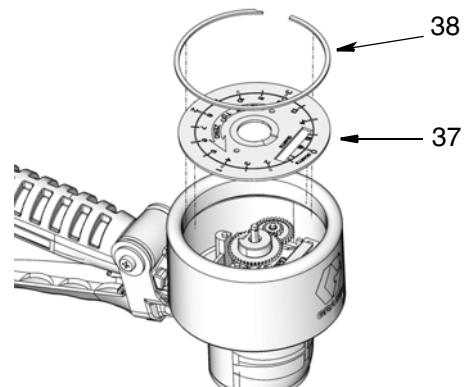

FIG. 22
3. Placer le cadran (37) et la grande bague d'attache (38) (FIG. 22).